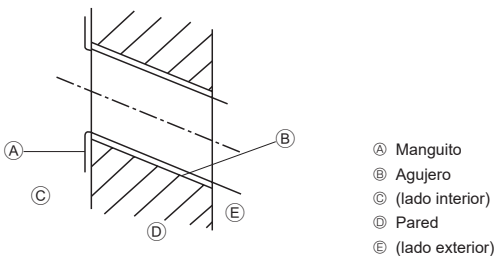

Fig. 3-3
- Ⓐ Placa de montaje ①
- ① Alinear la escala con la línea.
- ② Introducir la escala.
3.2.2. Hacer el agujero para las tuberías (Fig. 3-3)